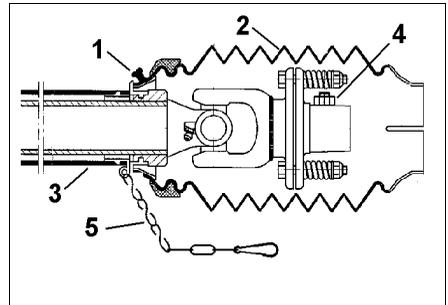
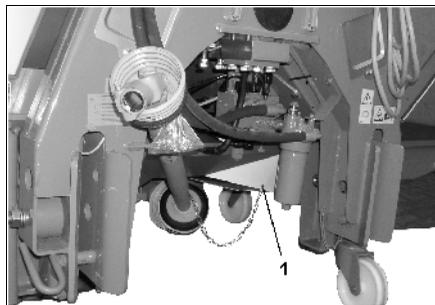

Fig. 18
Fig. 19
- Desenroscar el tornillo de fijación (Fig. 18/1).
- Girar la tolva (Fig. 18/2) a la posición de montaje.
- Quitar mitad de protección (Fig. 18/3).
- Enroscar el tornillo para el seguro axial (Fig. 18/4).
- Deslizar la mitad protectora (Fig. 18/3) y girar el embudo de protección a la posición de montaje.
- Enroscar el tornillo de fijación (Fig. 18/1).
- Fijar la cadena de seguridad (Fig. 18/5) al esparcidor para evitar el giro (Fig. 19/1).